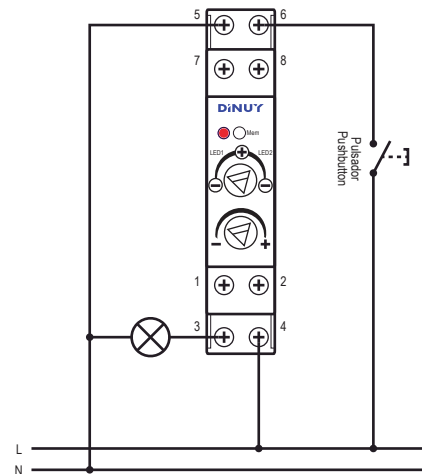

Fig.1
OPERATION**Working with wired pushbutton (Master mode): Fig. 1**
- Fig.1: Typical installation.
FUNCIONAMIENTO**Funcionamiento con Pulsador Cableado (en modo Maestro): Fig. 1**
- Fig.1: Instalación sencilla.